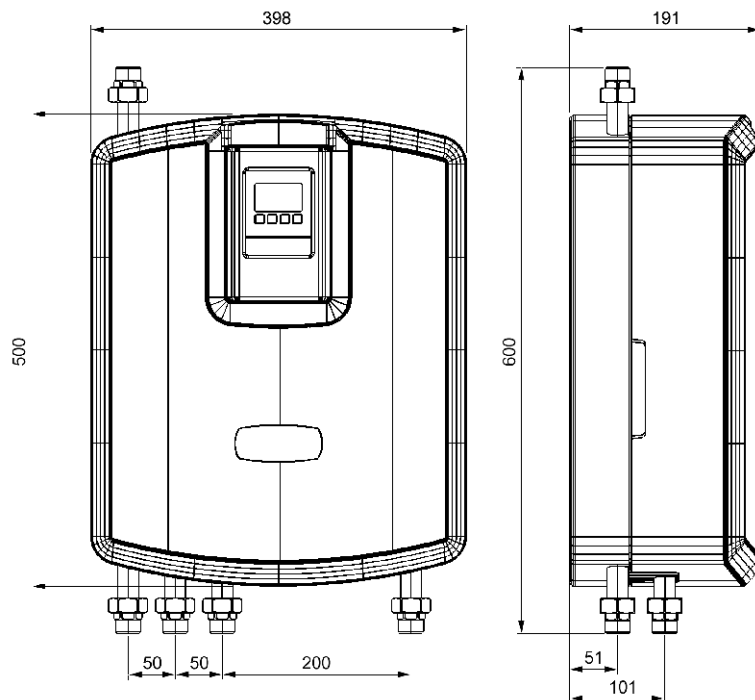

Fig. 3
5. - Allacciare le tubazioni secondo lo schema di collegamento attenendosi alle indicazioni riportate in Fig.3.